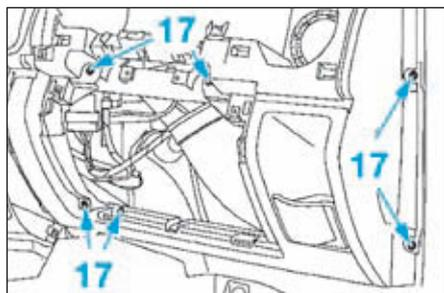

FIG.18
- Déposer les vis (17) (Fig.18).